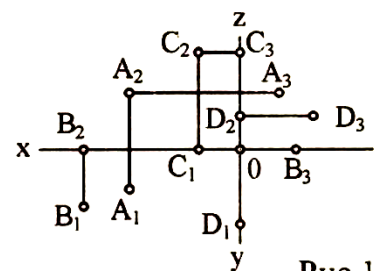

Рис. 1
6. Какая точка (рис.1) лежит в горизонтальной плоскости проекций? _____
7. Какая из точек A, B, C, D (рис. 1) наиболее удалена от горизонтальной плоскости проекций? _____
8. Какая координата (x, y, z) точки A (рис. 1) имеет меньшее числовое значение? _____